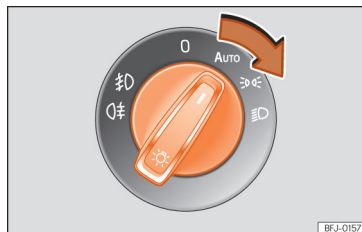

Abb. 72 Instrumententafel: Bedienelement Licht
• Schalten Sie die Zündung ein und stellen Sie den Lichtschalter in die gewünschte Position » » (Abb. 72):